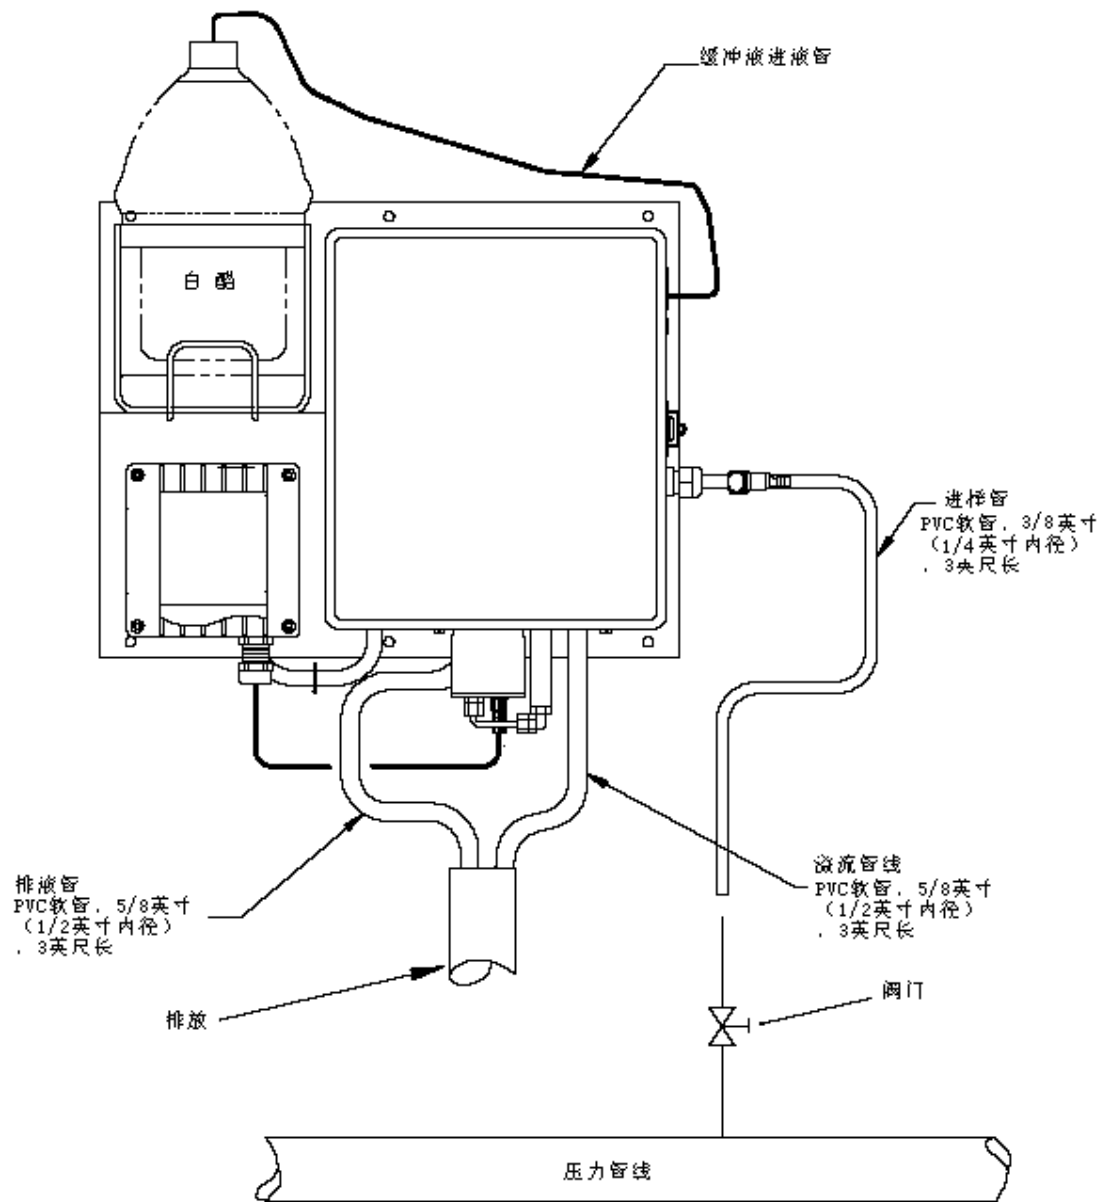

图2-3 清洁水测试系统管道推荐安装
- 在测量单元进样管线上安装阀门，如图 2-3，2-4 或 2-5 所示。**推荐：**使用计量球阀，针阀或球阀。